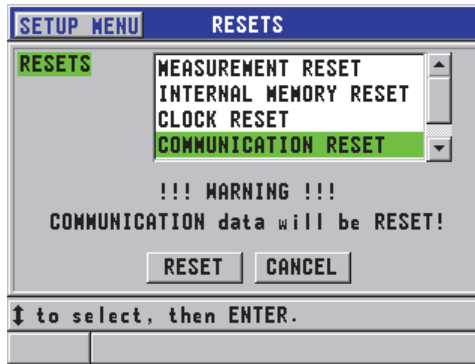

Figura 11-6 Selecionar COMMUNICATION RESET
2. Na tela **RESETS** (veja Figura 11-6 na página 211).